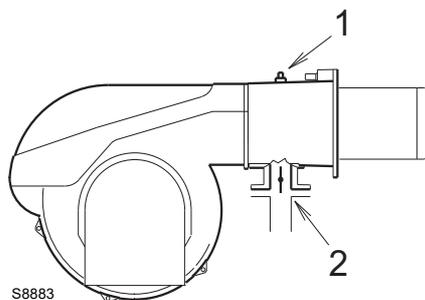

Fig. 26
Presión de gas medida en la toma 1)(Fig. 26), con:
Pérdida de carga en válvula de mariposa del gas 2)(Fig. 26) con apertura máxima: 90°.
- restar a la presión del gas en la toma 1)(Fig. 26) la presión de la cámara de combustión.
En cambio, para conocer la presión de gas necesaria en la toma 1)(Fig. 26), una vez fijada la potencia en la cual se desea que funcione el quemador con la máxima potencia:
- Leer a la derecha, en la columna 1, la presión en la toma 1)(Fig. 26).
presión necesaria en la toma 1)(Fig. 26).